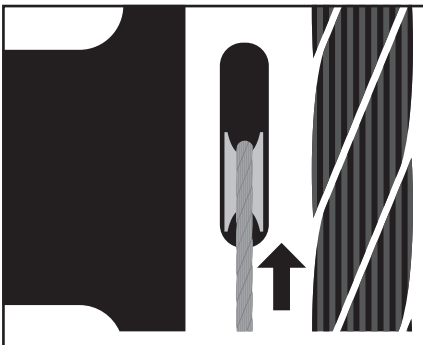

Fig. 10
4. Voer staaikabel naar boven (Fig. 10).